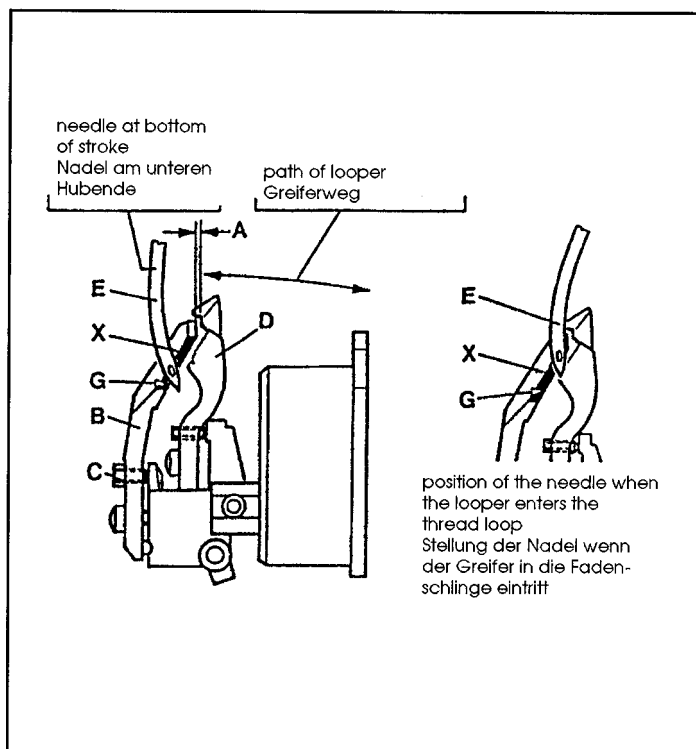

Fig. 6
Adjust the looper (D, Fig. 6) as described in paragraph "Setting the looper", see page 10.
NOTE: It is advisable to remove the rear needle guard (B, Fig. 6) for setting the looper.
Assemble the rear needle guard (B, Fig. 6). With set screw (C) adjust the distance (A) between looper (D) and rear needle guard (B) to 0.5 mm (.020 in.). From the bottom of its stroke up to the time when looper enters the needle thread loop, the needle (E) should be permanently within the guarding surface (G) of the rear needle guard (B).
Laterally (front to rear) set the rear needle guard (B, Fig. 6) with its guarding surface (G) close to the needle (E) even so that it barely contacts it, to avoid hitting of the needle by the looper point.
Edge (X, Fig. 6) on the guarding surface (G) of the rear needle guard (B) should not essentially disturb the needle thread. If disturbance of the needle thread occurs it can be eliminated by slightly changing the 0.5 mm (.020 in.) distance between looper and rear needle guard as well as by slightly changing the needle height.
Stellen Sie den Greifer (D, Fig. 6) wie im Abschnitt "Einstellung des Greifers" beschrieben ein, siehe Seite 10.
BEACHTEN SIE: Es ist ratsam, zum Einstellen des Greifers den hinteren Nadelanschlag (B, Fig. 6) zu entfernen.
Bauen Sie den hinteren Nadelanschlag (B, Fig. 6) ein. Stellen Sie mit dem Gewindestift (C) den Abstand (A) zwischen Greifer (D) und hinterem Nadelanschlag (B) auf 0,5 mm.
Seitlich (von vorne nach hinten) stellen Sie den hinteren Nadelanschlag (B, Fig. 6) mit seiner Schutzfläche (G) dicht an die Nadel (E), so dass er sie gerade berührt, um zu verhindern, dass die Nadel von der Greiferspitze getroffen wird.
Die Kante (X, Fig. 6) an der Schutzfläche (G) des hinteren Nadelanschlages (B) soll den Nadelfaden nicht wesentlich stören. Tritt eine Störung des Nadelfadens auf, kann diese durch leichtes Verändern des 0,5 mm Abstands zwischen Greifer und hinterem Nadelanschlag sowie durch leichtes Verändern der Nadelhöhe beseitigt werden.